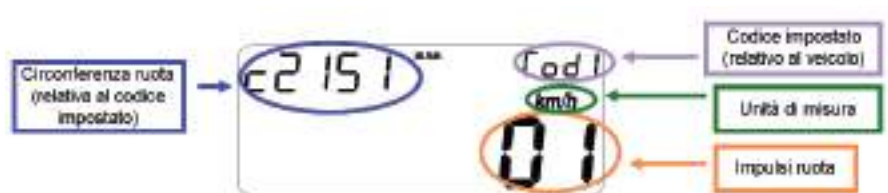

Fig. 19
- III[^] page (à chaque allumage de l'instrument): Affichage des paramètres programmés (fig. 19).
- Visualización de las pantallas como se indica en las fig. 17 y fig. 19 durante aprox. 3 seg.